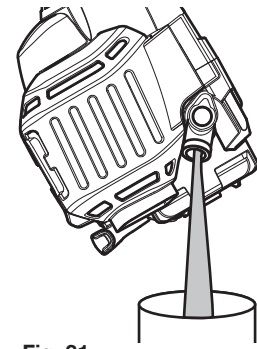

Fig. 31
3. Incline la unidad verticalmente para verter el aceite fuera del orificio de llenado de aceite y al interior del recipiente (Fig. 31). Deje bastante tiempo para que se drene completamente.